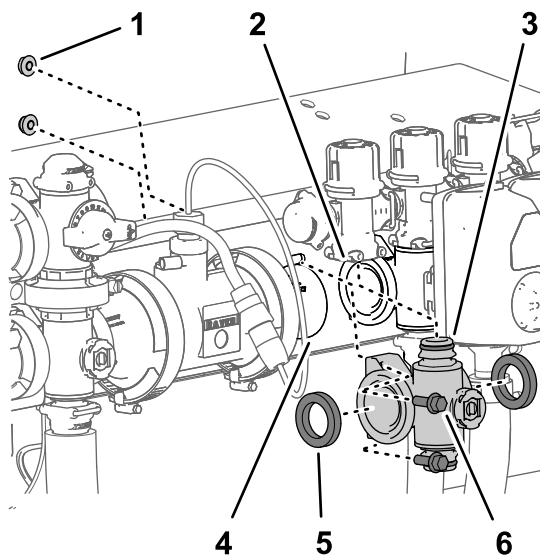
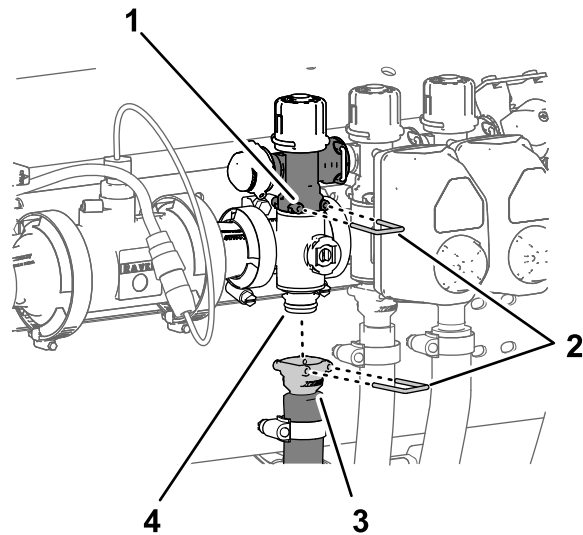

图 113
图 114
1. 将在拆下喷洒臂段歧管阀(页码 63)中卸下的 2 个垫片与喷洒臂段阀歧管的法兰对齐图 113。
2. 将喷洒臂段阀歧管的法兰放在其他喷洒臂段阀和/或耦合适配器的法兰之间图 113。
3. 用快速连接销将喷洒臂段歧管的快速连接接头安装到喷洒臂段旁通阀的快速断开槽内图 113 和图 114。
5. 对于左或右喷洒臂段阀歧管使用在 拆下喷洒臂段歧管阀 \(页码 63\) 中卸下的 2 个凸缘头螺栓 $\frac{1}{4} \times \frac{3}{4}$ 英寸和凸缘锁紧螺母 $\frac{1}{4}$ 英寸将喷洒臂段阀歧管安装到阀支架上 图 113。
8. 用快速连接销将喷洒臂段软管的快速连接耦合器安装到喷洒臂段阀歧管的快速连接接头上 图 114。